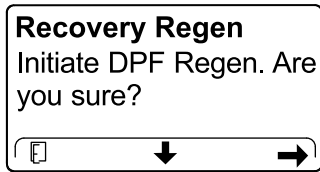

Figura 58
4. Nella schermata INITIATE DPF REGEN premete il pulsante destro per continuare (Figura 58).